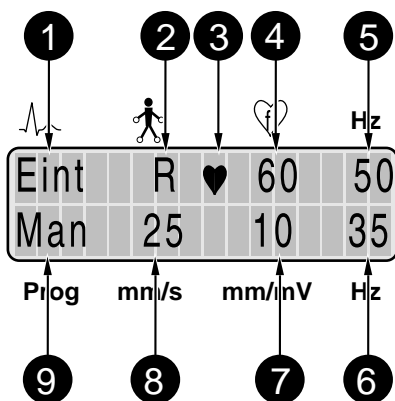

Bild 6-1. Anzeige in der Betriebsart „Manuell“
In der Werkseinstellung wählt der MAC® 500 dann folgende Funktionen und Einstellungen (die wichtigsten Einstellungen werden auf dem Display angezeigt (Bild 6-1)):
- Bevor Sie die Registrierung mit  starten, sollten Sie sich vergewissern, daß kein Hinweis auf eine abgefallene Elektrode im Display vorhanden ist (2, Bild 6-1). Bleibt der Hinweis bestehen, obwohl Sie alle Elektroden überprüft haben, deutet das auf eine unterbrochene Patientenleitung hin. Tauschen Sie die Leitung aus. Ebenso sollten Sie den Papiervorrat überprüfen.